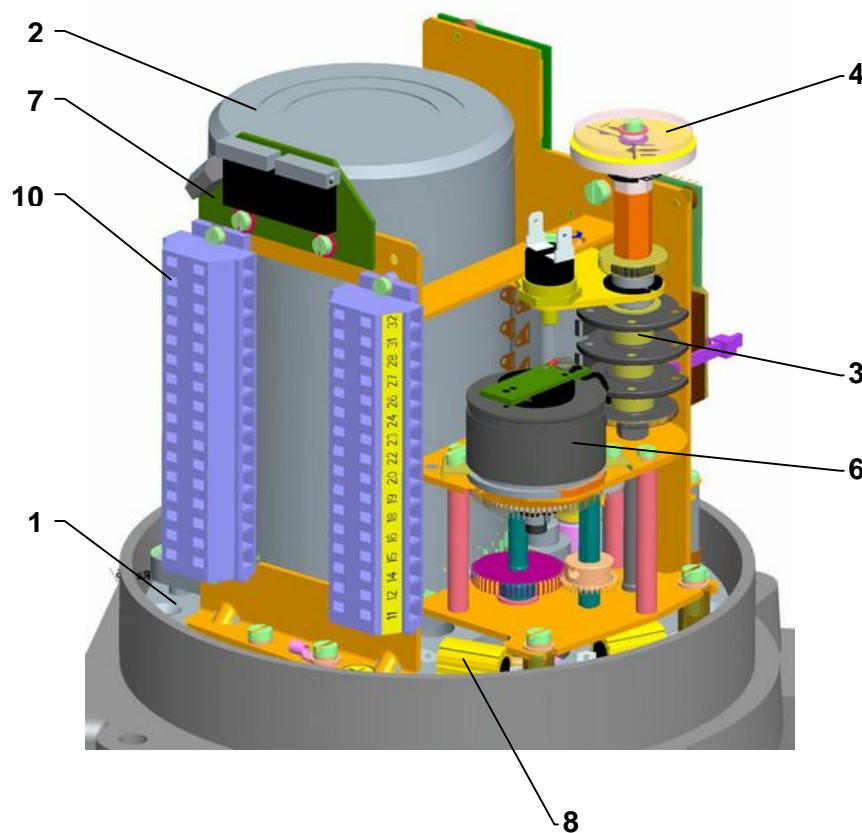

Рис.1
Управляющая часть (рис. 1,1а, 1б) размещена на пульте управления (1), который содержит:
- электродвигатель (2) (в случае однофазного изготовления с конденсатором)
- силовую единицу (5) - управляемую аксиальным передвижением шнека
- узел положения и сигнализации (3) с датчиком положения (6) (омическим, емкостным или электронным датчиком положения) (7) и с механическим местным указателем положения (4)
- отопительный нагревательный элемент (8) с тепловым реле
- электронный модуль (9)
- электрические присоединение с помощью **клеммной колодки** (10) (размещенных в пространстве управления) и кабельных концевых втулок в исполнении Ex d и прямым входом с залитыми жилами.
Рис.1а
Рис.1б